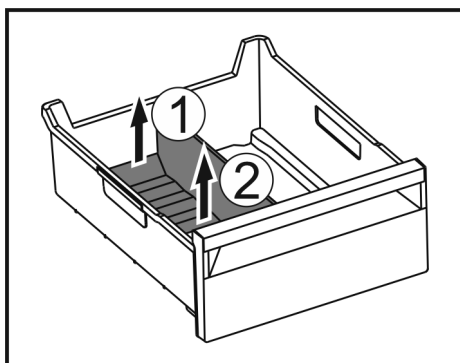

Fig. 145
- ▶ Приподнимите заднюю часть разделителя отделения для льда. Fig. 145 (1)
- ▶ Извлеките разделитель отделения для льда движением вверх. Fig. 145 (2)